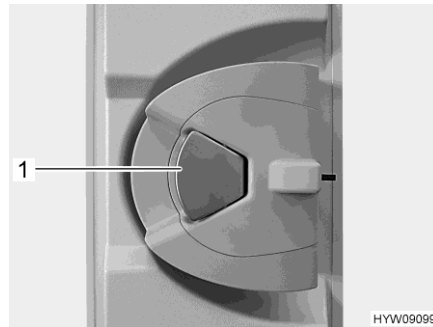

Fig. 32 Cerradura de la puerta
- Cuando la cerradura de la puerta está bloqueada: Tirar una vez del tirador de la puerta (Fig. 32,1). La puerta está desbloqueada.
- Tirar del tirador de la puerta (Fig. 32,1). La puerta está abierta.
- Presionar el tirador de la puerta (Fig. 32,1).